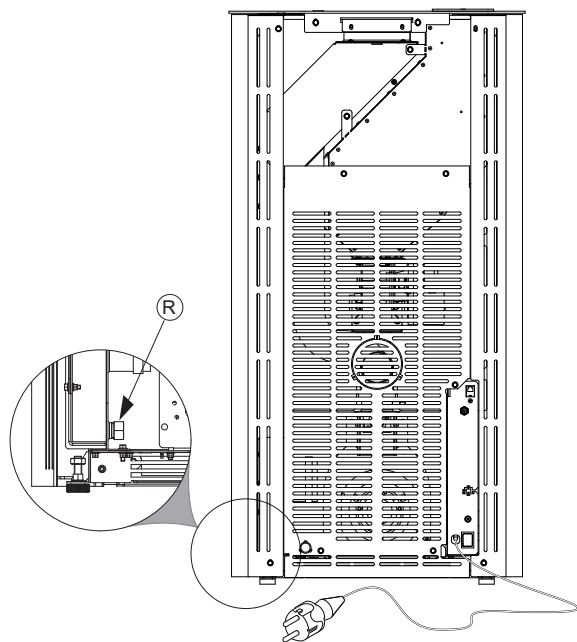

Fig. 6.8
**i** Para aumentar el nivel de seguridad, hemos provisto un racor con tapón «R» para conectar un tubo de drenaje de condensado en el caso de que esto pueda ser útil (Fig. 6.8).